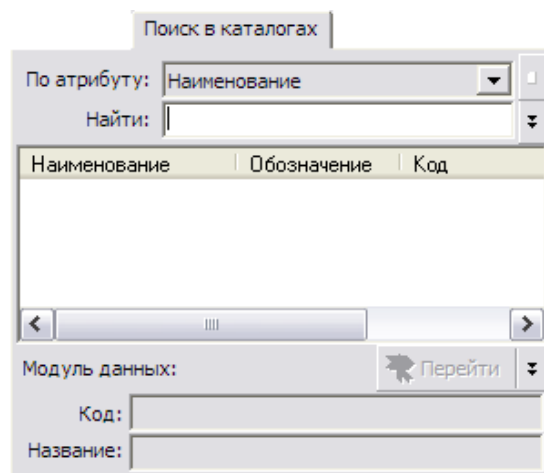

Рис. 70
3. В левой части окна TG Browser, рядом с вкладкой **Структура** откроется вкладка **Поиск в каталогах** (Рис. 70).
5. Вернитесь на вкладку **Поиск в каталогах**. Укажите название атрибута, по которому происходит поиск в первую очередь. Для этого в раскрывающемся списке **По атрибуту** выберите, например, **Наименование** (Рис. 70).